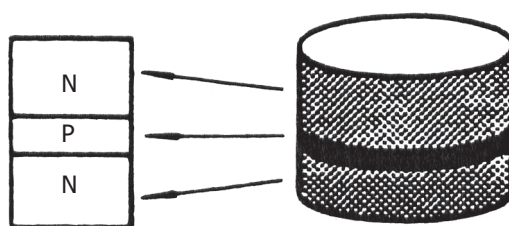

Fig. 2
- um, com pastilhas externas de material N e pastilha central de material P. (Fig. 2)